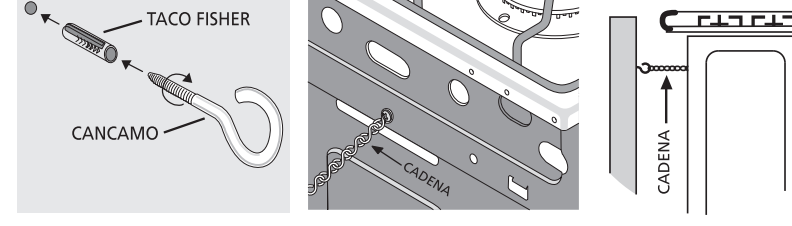

fig. 7, fig. 8, fig. 9
2. Introduzca el taco fisher en la perforación y luego enrosque el cáncamo, como se muestra en la fig. 7 (el taco fisher y el cáncamo vienen pegados en el espaldar de la cocina).